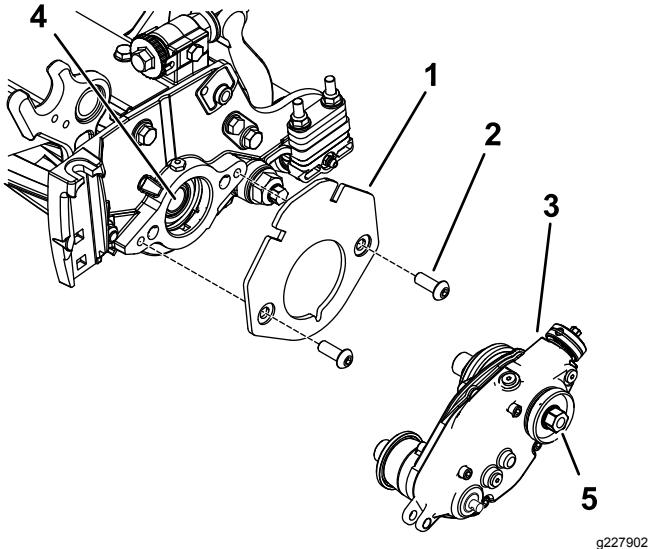

図 7
- ウェイト用ブラケットをリールに固定する六角ソケットボタンヘッド付きボルト $\frac{3}{8} \times \frac{3}{4}"$ 2本で図7のように取り付ける。
4. 内部のリールシャフトのねじ部分に、中程度のねじ山ロックコンパウンドBlue Loctite® 243などを塗る図 7。
5. グルーマ駆動ボックスをリールシャフトに取り付ける図 7。